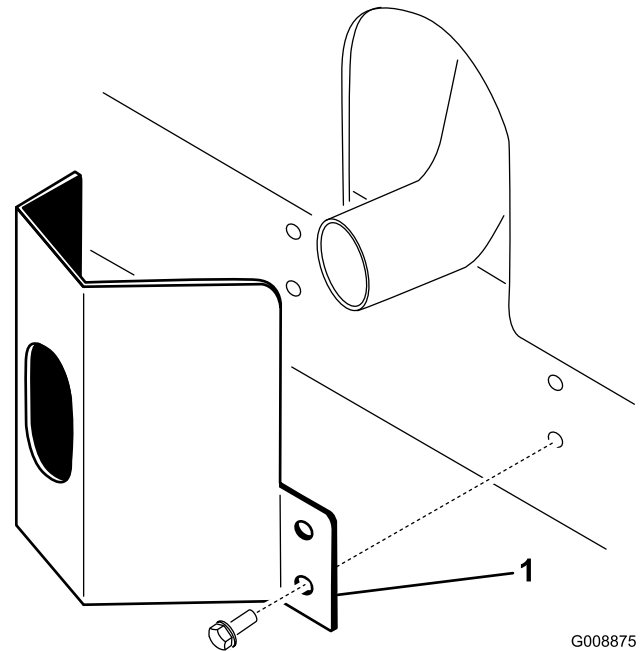

Figura 7
1. Coloque el protector del tubo de escape alrededor del silenciador, alineando los taladros de montaje con los del bastidor (Figura 7).
2. Fije el protector al bastidor con 4 tornillos autorroscantes (Figura 7).